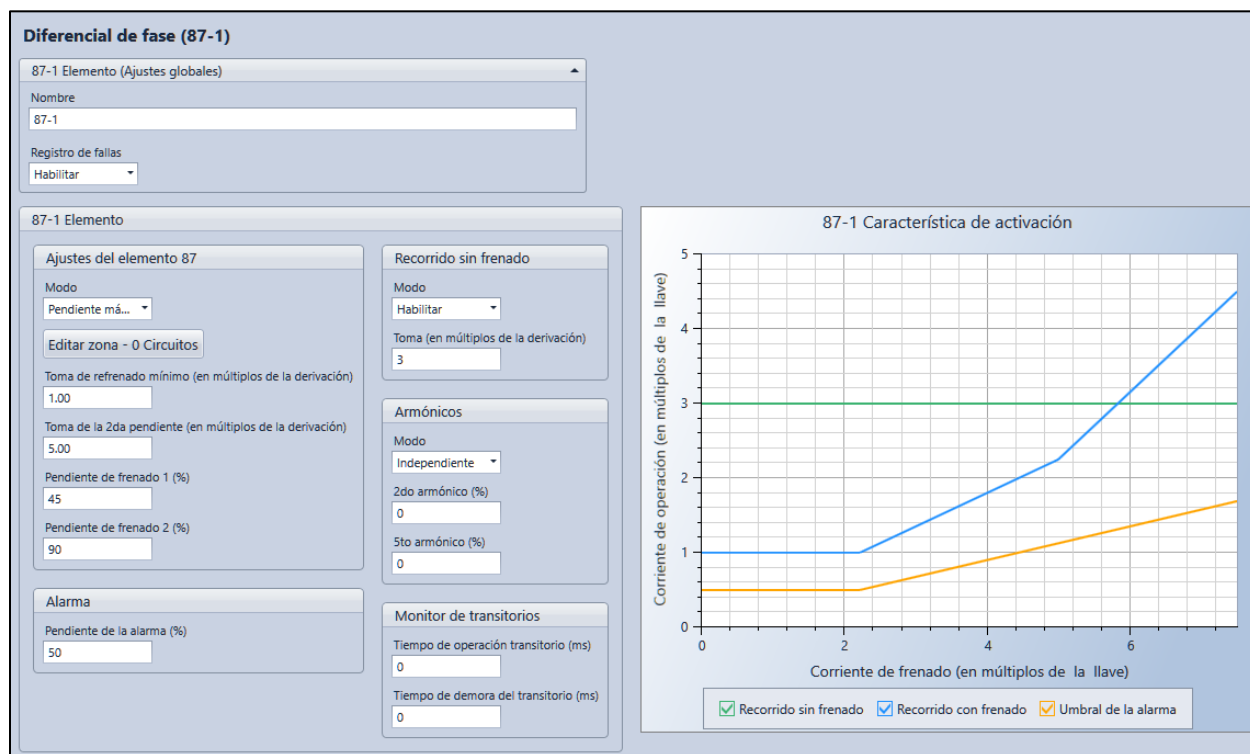

Figura 38-7. Pantalla de ajustes Diferencial de fase
Los ajustes operativos del elemento diferencial de fase se configuran en la pantalla de ajustes Diferencial de fase (87) (Figura 38-7) en BESTCOMS*Plus*.